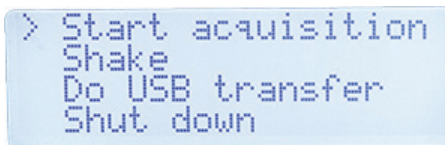

Figura 4-6 Menu
1. Ligue o BTX III configurado pela WLAN e aguarde até o menu ser exibido (veja Figura 4-6 na página 56).